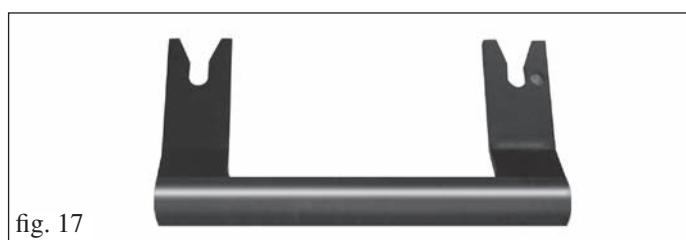

fig. 17
- Per l'apertura del portellone utilizzare l'apposita maniglia asportabile in dotazione (fig. 17).